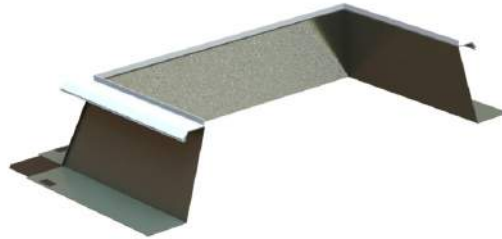

Рис. 1 Основание из стали с защитной рамой FIT 11 в разрезе
1.1. Основание из стали представляет собой неподвижную часть конструкции трапецевидной формы, на которую устанавливается зенитный фонарь (Рис. 1).